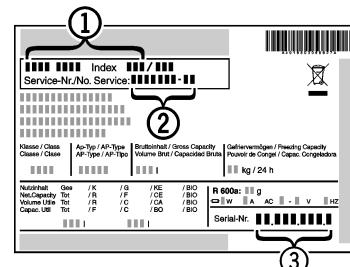

Fig. 9
- ▶ Noter la désignation de l'appareil Fig. 9 (1), le n° service Fig. 9 (2) et le n° série Fig. 9 (3) figurant sur la plaque signalétique. La plaque signalétique se trouve à l'intérieur de l'appareil, à gauche.
- ▶ Informer le service après-vente et communiquer le dysfonctionnement, la désignation d'appareil *Fig. 9 (1)*, le n° service *Fig. 9 (2)* et le le n° série *Fig. 9 (3)*.